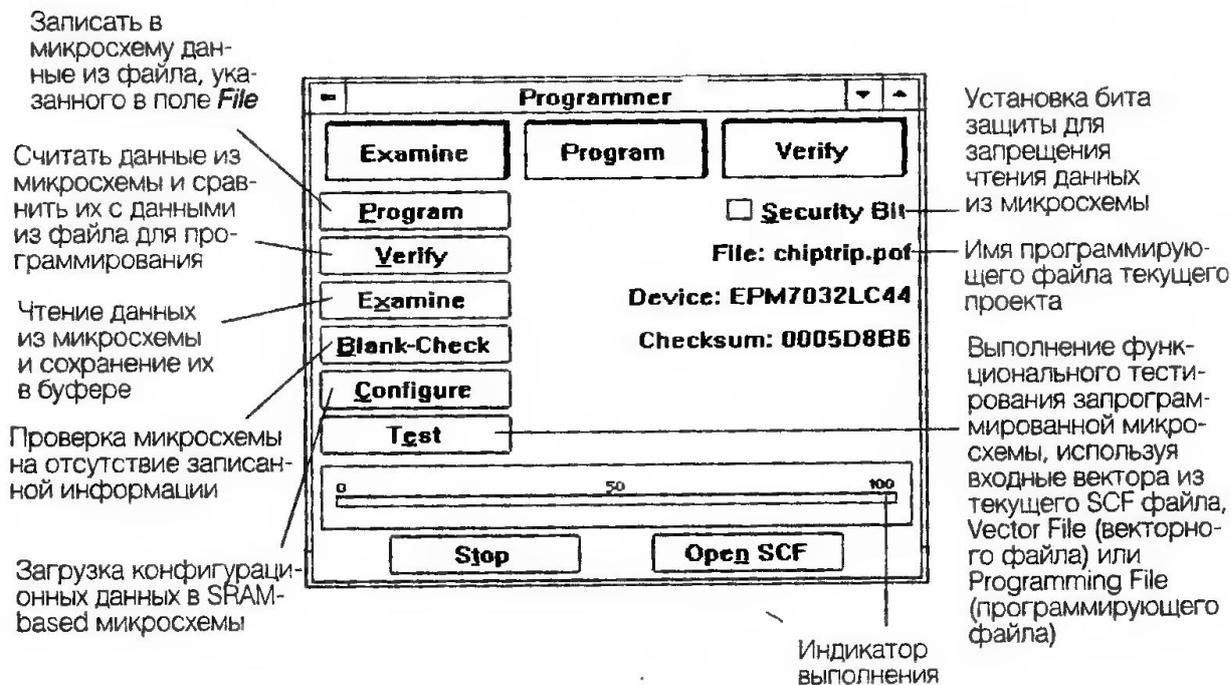

Рис. 2.68
- ✓ Выберите **Programmer** (программатор) из меню **MAX+plus II**. Откроется окно **Programmer** (программатора), как показано на рис. 2.68.